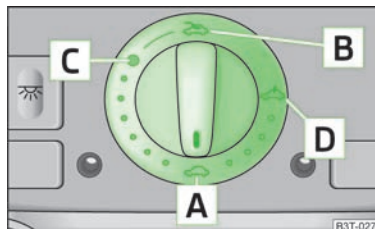

Abb. 27
Das Schiebe-/Ausstelldach wird mit dem Drehschalter » Abb. 27 bedient und funktioniert nur bei eingeschalteter Zündung. Der Drehschalter hat mehrere Stellungen.
- › Den Schalter in Stellung [C] » Abb. 27 drehen.
➤ Den Schalter in Stellung **A** » Abb. 27 drehen.
Das Schiebe-/Ausstelldach ist mit einer Kraftbegrenzung ausgestattet. Wenn ein Hindernis (z. B. Eis) das Schließen verhindert, stoppt das Schiebe-/Ausstelldach und öffnet vollständig. Das Schiebe-/Ausstelldach kann ohne Kraftbegrenzung vollständig geschlossen werden, wenn der Schalter in Stellung **A** » Abb. 27 vorn so lange gedrückt wird, bis das Schiebe-/Ausstelldach vollständig geschlossen ist » **!**
Nach jeder Notbetätigung muss das Schiebe-/Ausstelldach in die Grundstellung gebracht werden. Deshalb muss der Drehschalter in die Schalterstellung **A** gebracht » Abb. 27 und etwa 10 Sekunden lang vorn gedrückt werden.